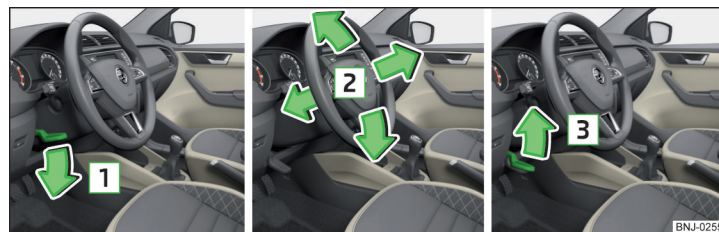

Fig. 3 Regolazione della posizione del volante
- ▶ Abbassare la leva di sicurezza sotto il volante in direzione della freccia 1 » fig. 3.